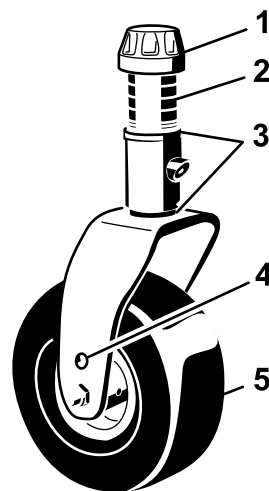

Рисунок 24
- Поместите оси поворотных колес в одинаковые отверстия во всех вилках поворотных колес (Рисунок 24 и Рисунок 26).
- Снимите колпачковую гайку с вала шпинделя и извлеките шпindelь из рычага поворотного колеса (Рисунок 24).